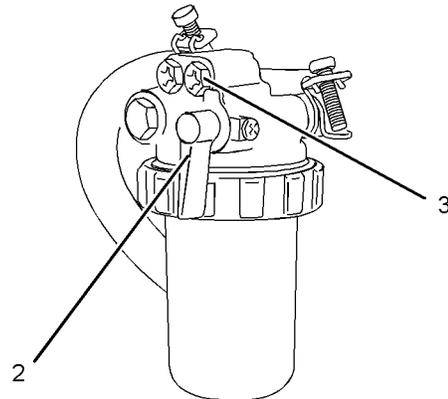
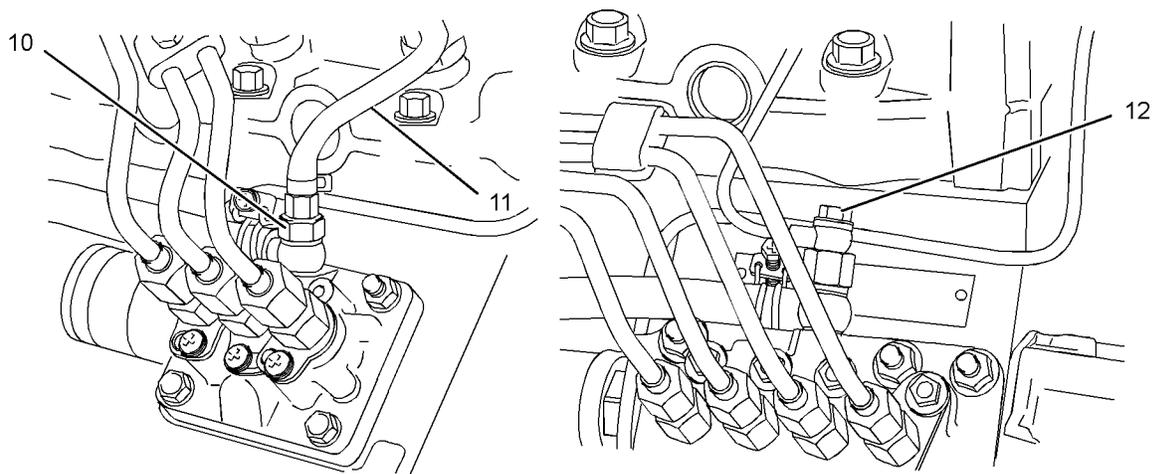

Abbildung 50
Abbildung 54
1. Prüfen, dass das Kraftstoffventil (2) des Kraftstoffgehäusefilters in Position ON steht. Siehe Abbildung 50.
3. Handentlüftungspumpe (6) betätigen. Wenn keine Luftblasen mehr im ausfließenden Kraftstoff vorhanden sind, die Entlüftungsschraube schließen.
4. Verbindung (10 oder 12) an der Kraftstoffeinspritzpumpe lösen. Siehe Abbildung 54.
**Anmerkung:** Kraftstoffrücklaufleitung (11) muss möglicherweise abgenommen werden, um das Kraftstoffsystem entlüften zu können.
3. Leitungsmontierte Entlüftungspumpe (7) betätigen. Wenn keine Luftblasen mehr im ausfließenden Kraftstoff vorhanden sind, die Entlüftungsschraube schließen.
3. Die elektrische Entlüftungspumpe (8) betätigen. Wenn keine Luftblasen mehr im ausfließenden Kraftstoff vorhanden sind, die Entlüftungsschraube schließen. Elektrische Entlüftungspumpe ausschalten.
3. Kraftstoffförderpumpe (9) betätigen. Wenn keine Luftblasen mehr im ausfließenden Kraftstoff vorhanden sind, die Entlüftungsschraube schließen. Kraftstoffförderpumpe ausschalten.